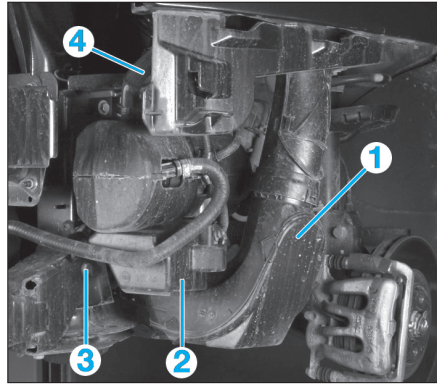

Fig. 14
- le conduit d'air (1) (Fig.14),
- le couvercle (2),
- la vis (3).
- A l'aide d'un pince-durcit, pincer la durit (4) puis déposer cette dernière.